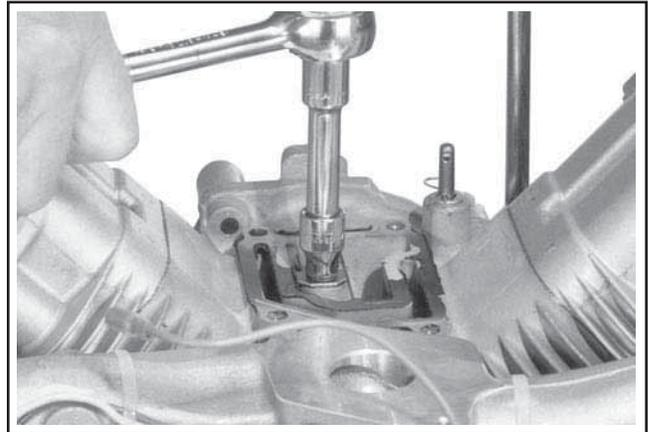

Figure 9-44. Enlèvement de la lame du reniflard.
7. Enlever la vis hexagonale à embase, le dispositif de fixation de la lame du reniflard et la lame du reniflard. Voir la Figure 9-44.